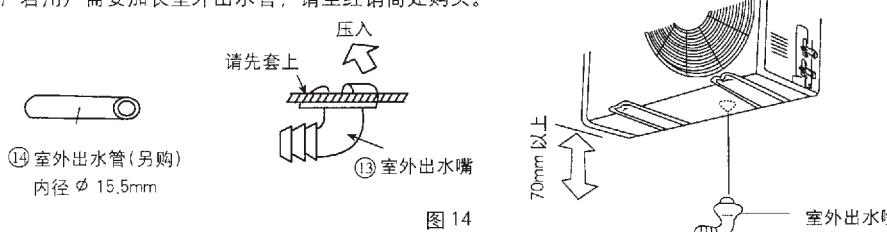

图14
- (1) 室外机的底座有冷凝水出水孔。(制热时室外机有冷凝水产生)
- (2) 欲利用出水孔将冷凝水导出时，请依图14所示将附件⑬室外出水嘴安装在出水孔中，再套上附件⑭室外出水管，使之朝向最合适的位置。
- (3) 室外机请尽量水平安装，以确保冷凝水能顺利排出。
- (4) 若用户需要加长室外出水管，请至经销商处购买。